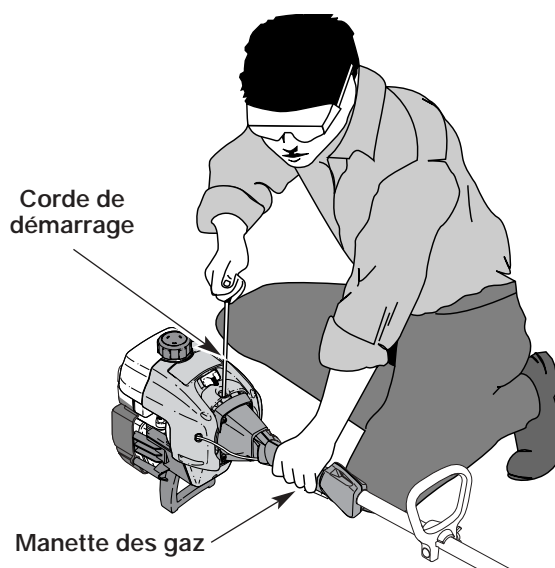

Fig. 8
AVERTISSEMENT : évitez tout démarrage accidentel. Tenez-vous en position de démarrage lorsque vous tirez sur la corde de démarrage (Fig. 8). L'opérateur et l'appareil doivent tous deux être en position stable pour éviter des blessures graves.
5. L'appareil étant prêt à démarrer (Fig. 8), appuyez sur la manette des gaz à pleins gaz et tirez brusquement sur la corde de démarrage 5 fois en position d'étranglement **MAXIMUM(A)** |←|. Si le moteur essaie de démarrer avant le cinquième tir, passez à l'étape 6.
7. Tirez brusquement sur la corde de démarrage 1 à 3 fois pour démarrer le moteur (Fig. 8).
1. Relâchez la manette des gaz (Fig. 8). Laissez le moteur se refroidir au ralenti.